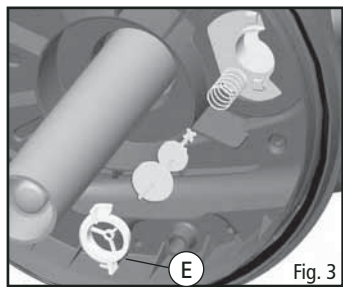
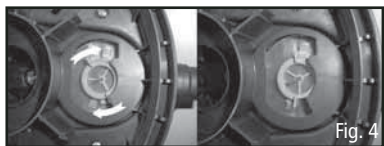

Fig. 3
Fig. 4
- 10) Nettoyer la cuve du filtre (Q) avec de l'eau, en particulier autour du bord supérieur là où est posée la bague d'étanchéité du couvercle (P). Nettoyer le couvercle du filtre (G) avec de l'eau.
- 11) Au besoin, nettoyer l'indicateur de nettoyage (U) après l'avoir désassemblé comme suit : 1) enlever la bride de retenue (E) en la faisant tourner en sens inverse des aiguilles d'une montre, 2) retirer l'indicateur et son ressort. Rincer toutes les pièces dans l'eau et les réassembler avec soin (Fig. 3 et Fig.4).
- 12) Inspecter et nettoyer les deux lames pour la mousse (L) et les tiges. Au besoin, remplacer les lames par des nouvelles. Chaque lame peut facilement être détachée de la tige en dévissant la vis au milieu.
- 14) Réassembler l'appareil avec soin. S'assurer que la masse filtrante biologique ne perturbe pas le plateau de soutien (N) et qu'il est remis en état correctement.